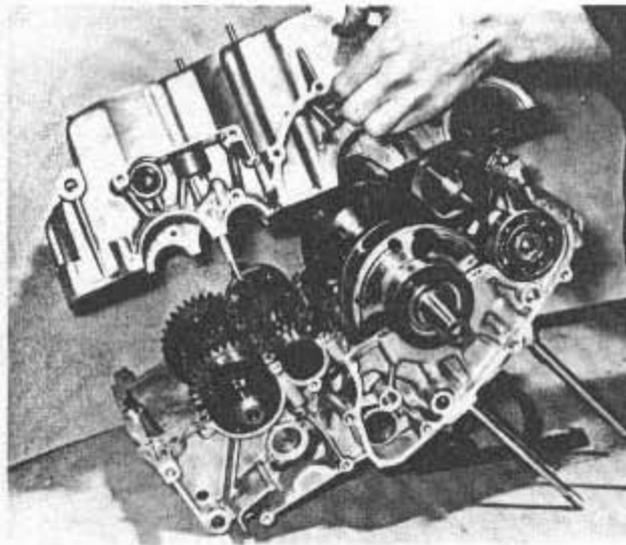

Bild 99
- Die Dichtfläche der oberen Gehäusehälfte wird mit einer dünnen Schicht Dichtmasse versehen. Zu diesem Zweck empfiehlt SUZUKI die Verwendung von «SUZUKI Bond Nr. 4». Es kann aber auch jede andere nichtaushärtende Qualitätsdichtmasse verwendet werden. In die vor der Getriebehauptwelle sitzende Gehäuseaussparung wird ein neuer O-Ring eingelegt (Bild 98). Man lasse die Dichtmasse während etwa 10 Minuten setzen und senke dann die obere Gehäusehälfte in ihre Endlage ab (Bild 99). Man verwende einen Kunststoffhammer oder die Handfläche, um die obere Gehäusehälfte vollständig auf die untere zu setzen. Man prüfe, ob sich alle Wellen einwandfrei durchdrehen lassen. Anschliessend setze man die Befestigungsschrauben in die untere Gehäusehälfte ein. Die 8-mm-Schrauben werden gleichmässig, Umdrehung um Umdrehung, in der numerischen Reihenfolge festgezogen. In unmittelbarer Nähe jedes Schraubenkopfes ist dazu eine Nummer ins Gehäuse eingeschlagen. Man beginne bei Nummer 1. Die restlichen Schrauben werden ebenfalls festgezogen und dann das Motorgehäuse umgedreht und die obenliegenden Befestigungsschrauben eingesetzt. Sämtliche Motorgehäuseschrauben sind auf das vorgeschriebene Anzugsdrehmoment festzuziehen.